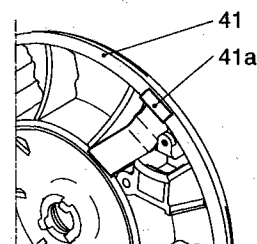

Fig. 2
Modèle D (variante x-A-xxxx): Placer le ressort de masse, pos. 41a, de manière à ce qu'il se positionne avec la pièce intermédiaire, pos. 41, voir fig. 2.